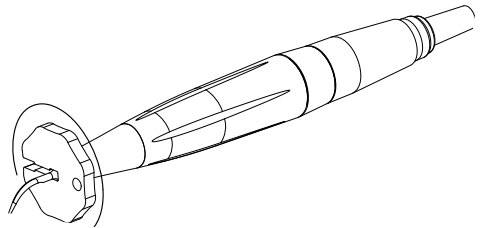

Fig. 5 Fixation de l'insert à l'aide de la clé
3. Stériliser les inserts avant l'utilisation (voir chapitre 5 « Stérilisation »). Sélectionner l'insert et l'installer à l'aide de la clé en vissant modérément (Fig. 5).